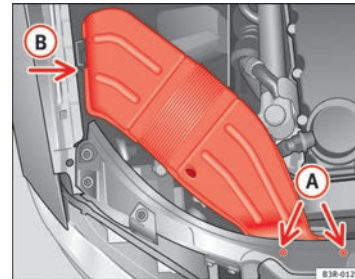

Abb. 216 Luftführungshutze an rechter Fahrzeugseite
- Drehen Sie die Schrauben (A) ⇒ Abb. 216 heraus.
- Ziehen Sie die Luftführungshutze aus der Führung (B) und nehmen Sie diese heraus. ■